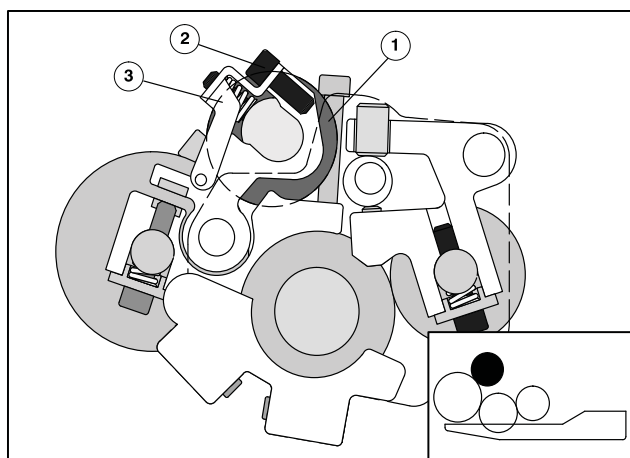

図26 水ならしローラの取り外し
- ① 付属のホルセットレンチで、駆動側と操作側のネジ(図26/②)を完全に緩め、ネジを外してから軸受けキャップ(図26/③)を上上げます。
- ② 水ならしローラ(図26/①)を、シャフトの軸受けブッシュと共に軸受けから取り外します。